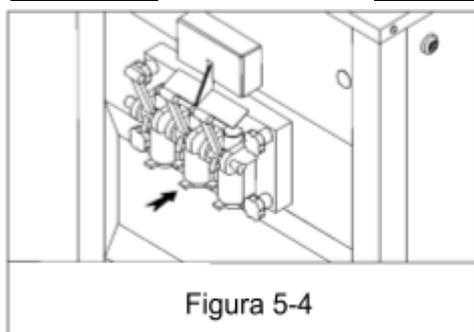

Figura 5-4
7. Insertar los picos vertedores a presión en la parte inferior de la puerta de descarga (figura 5-4).